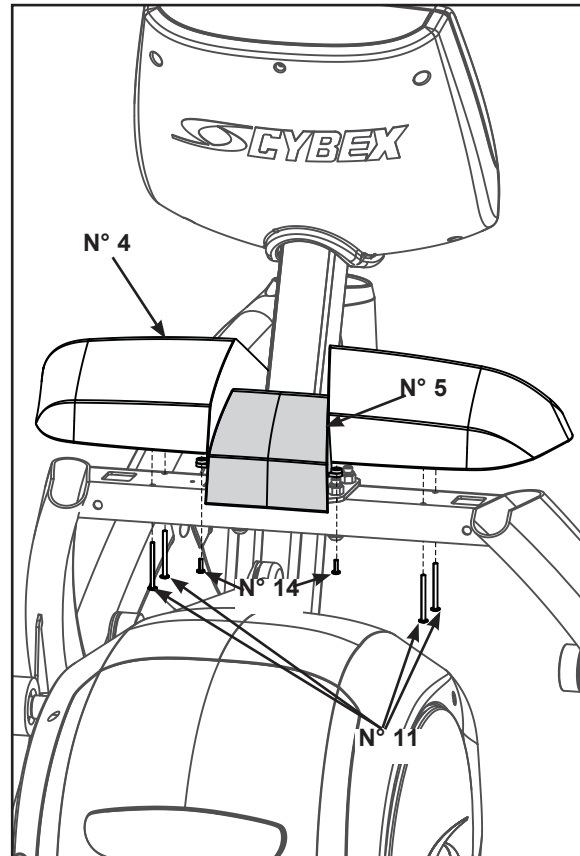

Figure 8
- B. Placez la pièce principale du plateau (n° 4) dans la position adéquate sur le châssis principal et enfitez à la main les quatre écrous à tête cylindrique SC 10-12 x 2,00 type A (n° 11). Reportez-vous à la figure 8.
- B. Placez la pièce d'insertion du plateau (n° 5) dans la position adéquate sur le châssis principal et enfitez à la main les deux vis à tête cylindrique à dépouille et autotaraudeuses, 8-16 x 0,50 type WB (n° 14). Reportez-vous à la figure 8.